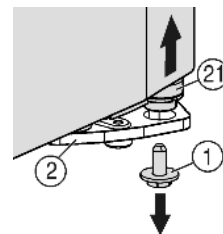
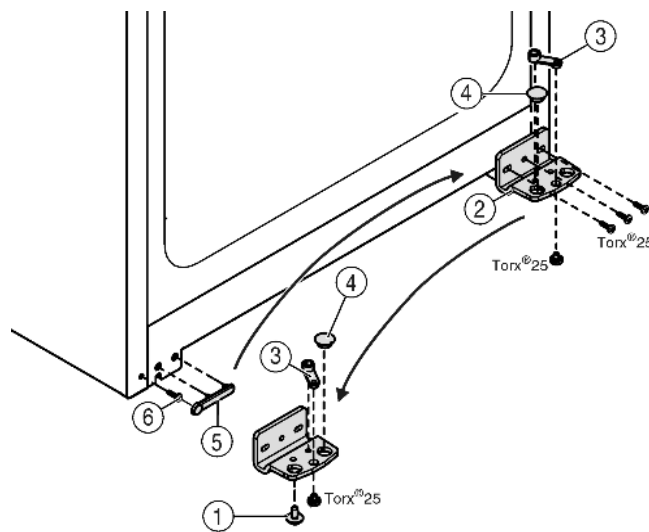

Fig. 5
Fig. 6
- ▶ Skruva ut låsskruven *Fig. 5 (1)* längst ned på lagerbocken.
- ▶ Lagerbulten *Fig. 5 (21)* lossnar från lagerbocken *Fig. 6 (2)*.
- ▶ Om lagerbulten *Fig. 5 (21)* inte lossnar, pressa ut bulten från undersidan.
- ▶ Skruva av lagerbocken *Fig. 6 (2)*.
- ▶ Skruva av lagerdelen *Fig. 6 (3)* och flytta den till lagerbockens motsatta monteringshållet. Skruva åter fast lagerdelen.
- ▶ Ta bort pluggen *Fig. 6 (4)* från lagerbocken och flytta den till lagerbockens motsatta fästhål.
- ▶ Lyft försiktigt av täckbrickan *Fig. 6 (5)* på handtagsidan.
- ▶ Skruva ut skruven *Fig. 6 (6)* och sätt in den på den motsatta sidan.
- ▶ Sätt åter på täckbrickan *Fig. 6 (5)*.
- ▶ Skruva ev. fast lagerbocken *Fig. 6 (2)* på den nya gångjärnsidan (**med 4 Nm**) med hjälp av en skruvdragare.
- ▶ Skruva in låsskruven Fig. 5 (1) ned till i lagerbulten och dra åt den **(med 4 Nm)**.